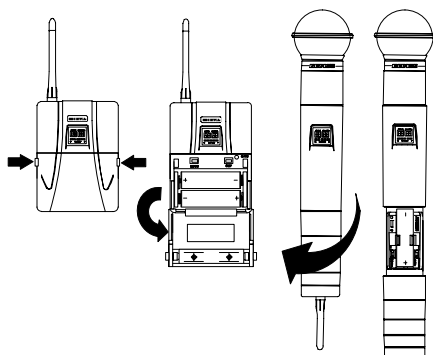

FIGURA 37
2. Abra el compartimiento de las baterías. Esto permite acceso a los botones de MODO (a la izquierda) y FIJACION (a la derecha), al igual que al control de GANANCIA y a las baterías, como se muestra en la Figura 37.